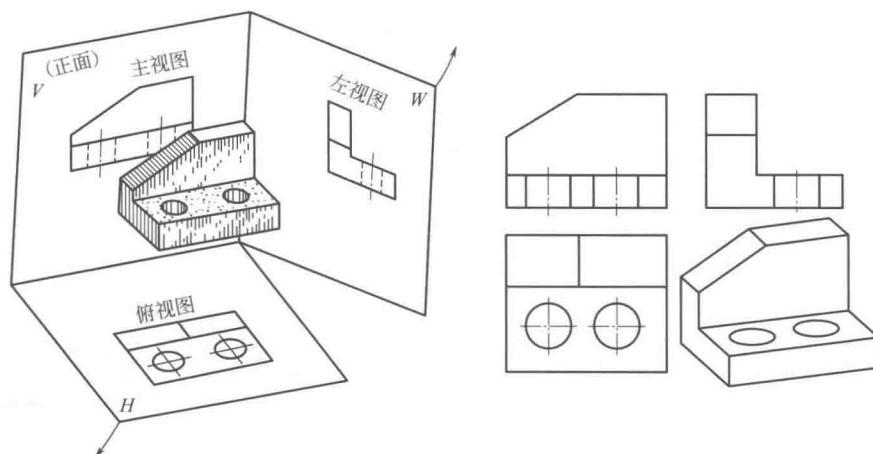

图 1-1 形体的正投影与三视图
- ① 人们通过长期的生产实践，创立了“投影法”——用光线照射形体，而在选定的投影面上，获得投影图形的方法。
- ② “投影法”分为两大类：中心投影法和平行投影法。平行投影法中又分为两类：正投影和斜投影。
- ③ 正投影法——用平行光线照射形体，而且，光线必须与选定的投影面垂直。由于这种投影法能反映形体表面的实形，绘图简捷，所以，这是工程界常用的方法。
- ④ 多面投影——正投影法通常采取从形体的前、左、上方等分别进行正投影。这样，几个投影联合起来，便可全面反映形体的形状。
- ⑤ 基本投影面——为了全面反映形体的形状、结构，国际、国家标准规定了三个相互垂直的基本投影面，如图 1-1 形体的正投影与三视图所示。国际标准统一规定：正面投影面的代号为 V，水平投影面的代号为 H，侧面投影面的代号为 W。
⑥ 三视图——将形体置于三面投影体系中，分别用平行光线向三个投影面垂直照射，所获得的投影图形，即称为正投影图，也就是常说的“三视图”（形体在正面投影面上的投影称为“主视图”，形体在水平投影面上的投影称为“俯视图”，形体在侧面投影面上的投影称为“左视图”）。为了将三个互相垂直的视图能画在一个平面上，按照国家标准规定，要求正面投影面保持不动，水平投影面向下旋转 90°，侧面投影面向右旋转 90°。再去掉各投影面的边框，即形成了如图 1-1 所示的形体三视图。其位置是：主视图的正下方是俯视图，主视图正右方是左视图。
⑦ 三视图的投影规律：主视图、俯视图——长对正；